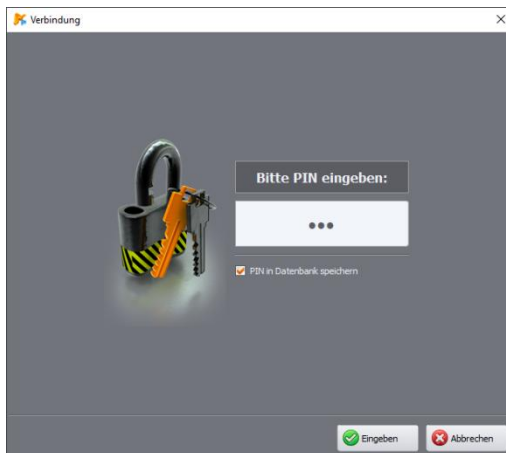

Abb. 7. PIN-Überprüfung.
- Die Eingabe in die Datenbank kann manuell erfolgen (Abschnitt 5) oder durch Anschluss des Analysators über USB, Eingabe des korrekten PIN-Codes und Ankreuzen der Option **PIN IN DATENBANK SPEICHERN** (siehe Abb. 7). Der Analysator wird dann in die Analysator Datenbank aufgenommen (gilt nicht für PQM-707).
Falls die automatische Anmeldung fehlschlägt, wird wieder das Fenster wie auf Abb. 7 angezeigt.